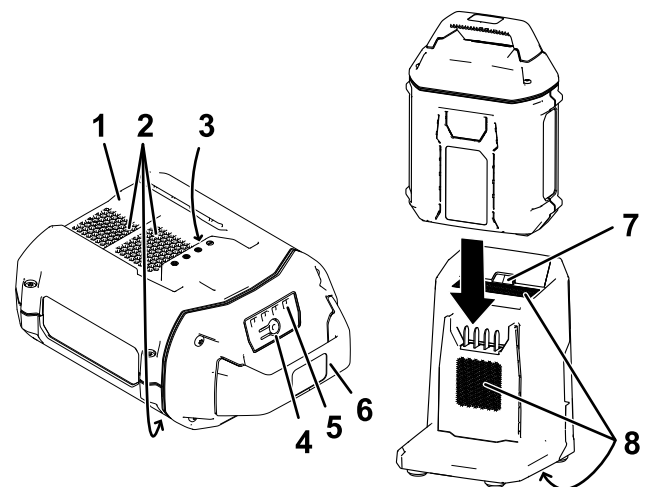

Figure 23
2. Placez le creux de la batterie (Figure 23) en face de la languette du chargeur.
3. Glissez la batterie dans le chargeur jusqu'à ce qu'elle soit complètement enclenchée (Figure 23).